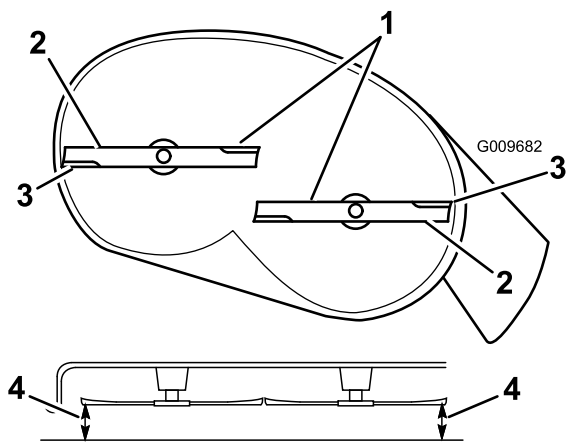

Figure 49
- Faites pivoter les lames avec précaution pour qu'elles soient toutes parallèles (Figure 49).
- Mesurez la distance entre les tranchants extérieurs et le sol plat (Figure 49). Si les deux mesures diffèrent de plus de 5 mm, un réglage s'impose. Poursuivez la procédure.